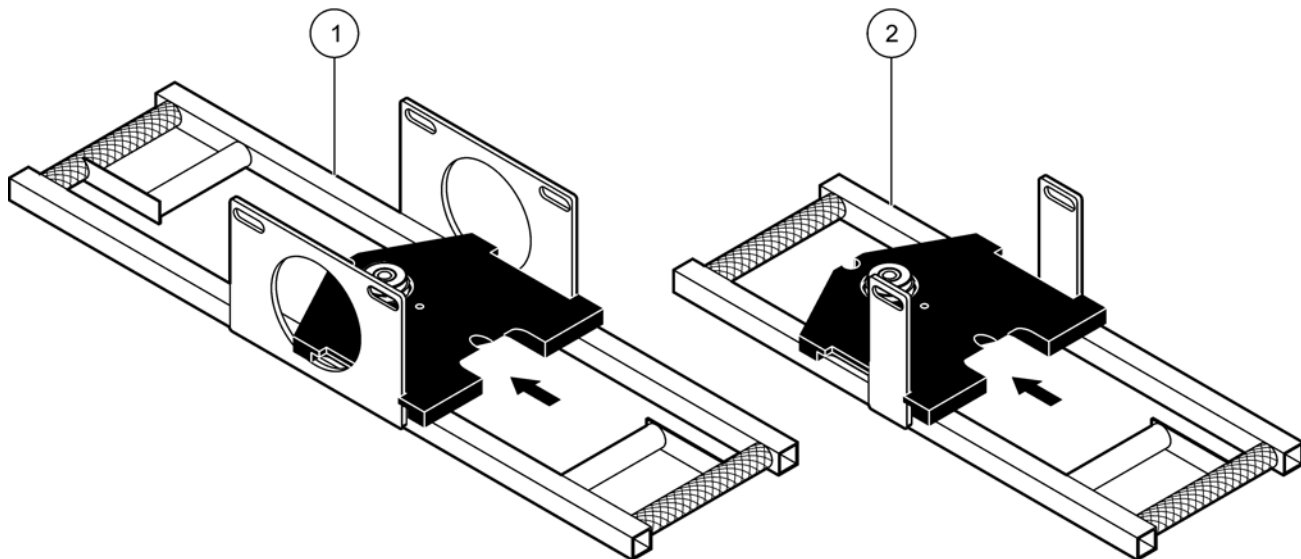

Figure 2 Outil d'alignement laser sur support
En fonction du support de capteur utilisé, il peut être important de placer l'outil d'alignement laser avec le bord arrière des fentes des deux côtés entièrement positionné contre les fixations verticales du support de montage. Reportez-vous à la Figure 2 pour connaître la position correcte.
2. Mettez en place l'outil d'alignement dans le support conformément à la Figure 2.